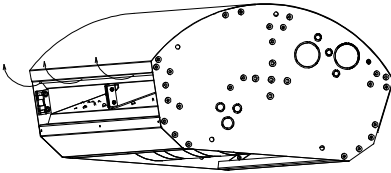

Рис. 15
7. Со стороны воздуховыпускного сопла, взявшись за гиб декоративной панели, аккуратно выводим последнюю из зацепления с внутренними деталями завесы (см.рисунок 15, 16).